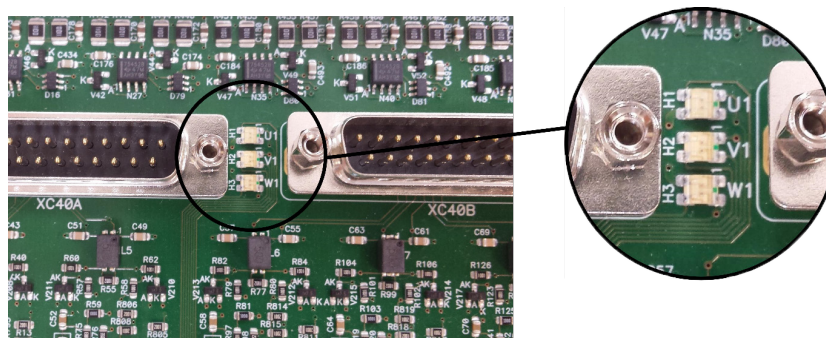

Figura 0.1 - LEDs indicadores de falha nos braços das unidades de potência (desaturação)
(1) No caso do CFW11M G2 RB ou CFW11W G2 RB, não é indicado na HMI em qual UP11 G2 (UP11W G2) ocorreu a falha. A indicação de qual UP11 (UP11W) foi a causadora da falha é feita por LEDs no cartão ICUP, Figura 0.1 na página 0-12. Quando efetuado o RESET, os LEDs são apagados, voltando a ligar caso a falha persista.